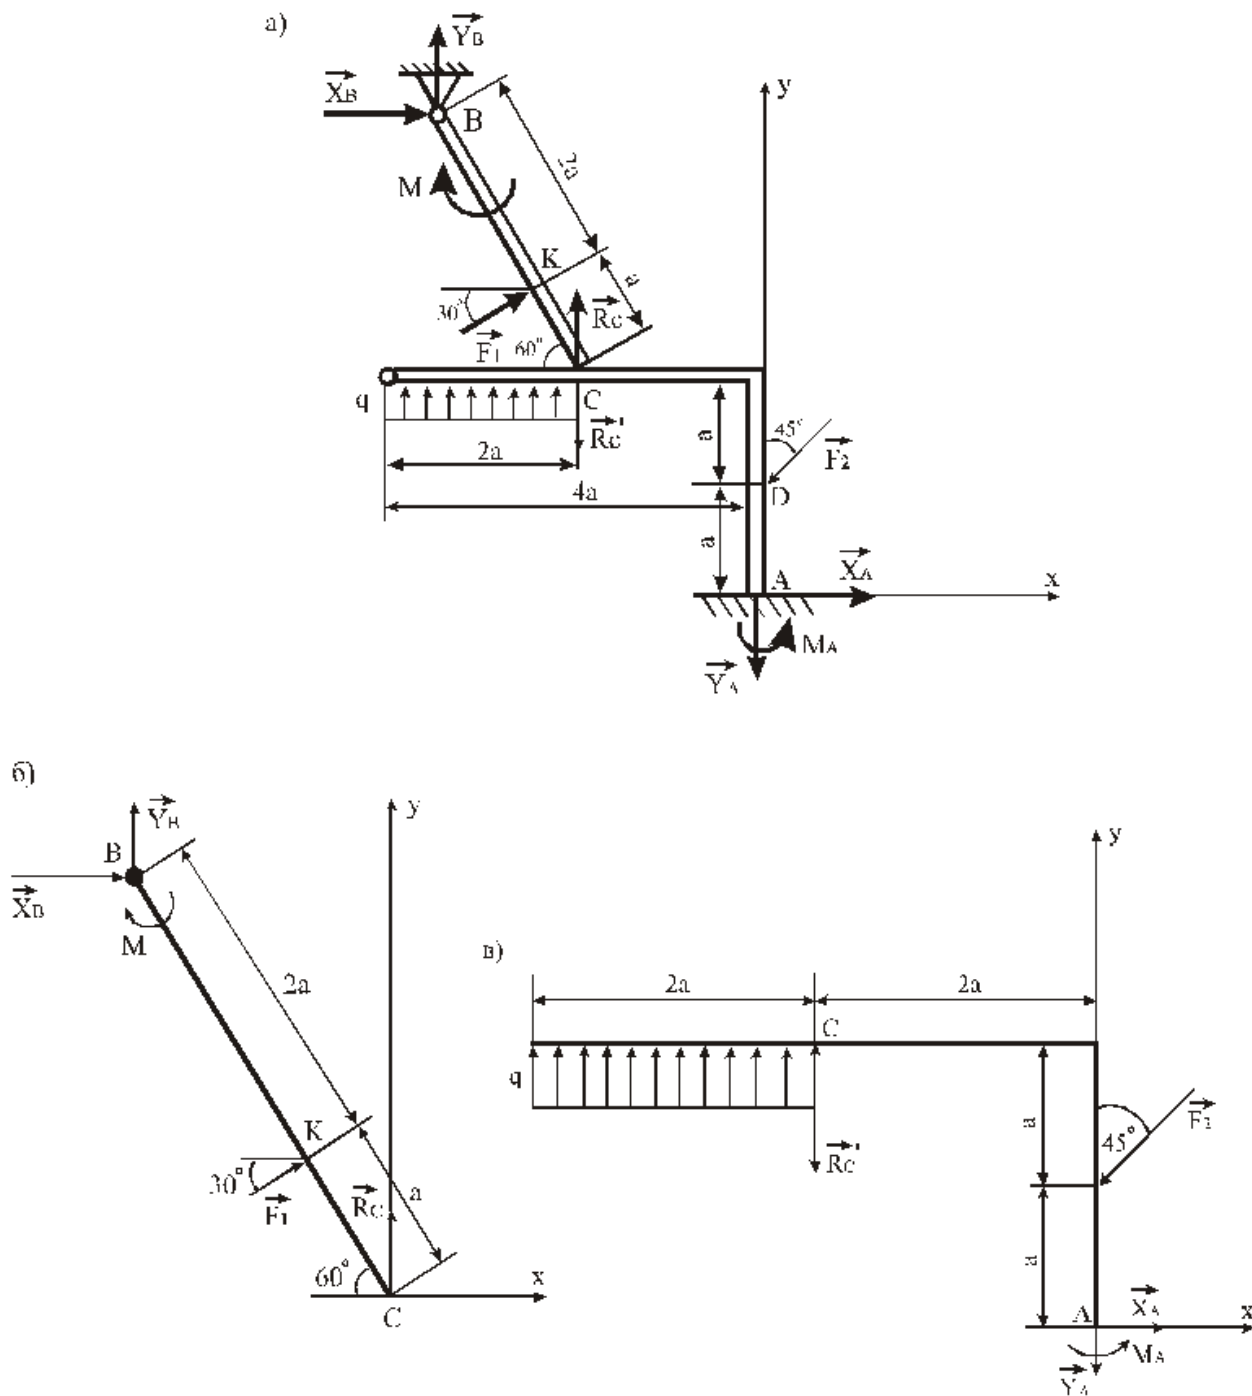

Рис.21
**Пример 9.** Конструкция (рис. 21) состоит из жесткого угольника и стержня, которые в точке С свободно опираются друг о друга. Внешними связями, наложенными на конструкцию, являются: в точке А – жесткая заделка, в точке В – шарнир. На конструкцию действуют: пара сил с моментом  $M = 80$  кН·м, равномерно распределенная нагрузка интенсивности  $q = 10$  кН/м и силы:  $F_1 = 15$  кН и  $F_2 = 25$  кН. При определении размеров конструкции принять  $a = 0,35$  м. Определить реакции связей в точках А, В и С.
2. Выбираем систему координат ХАУ (см. рис. 21).
1. Задачу решаем способом расчленения. Рассмотрим сначала равновесие стержня  $BC$  (рис. 21, б). На стержень действуют реакции связей  $\vec{X}_B$ ,  $\vec{Y}_B$ ,  $\vec{R}_C$ , сила  $\vec{F}_1$  и момент  $\vec{M}$ . Для полученной плоской системы сил можно составить три уравнения равновесия, при этом сумму моментов внешних сил и реакций связей удобнее считать относительно точки  $B$ :
Теперь рассмотрим равновесие угольника  $CA$  (рис. 21, в). На угольник действуют: реакции связей  $\vec{X}_A$ ,  $\vec{Y}_A$ ,  $\vec{M}_A$ ,  $\vec{R}'_C$ , сила  $\vec{F}_2$  и распределенная нагрузка  $q$ . Заметим, что  $R'_C = R_C = 132,38$  кН. Для данной плоской системы сил можно составить три уравнения равновесия, при этом сумму моментов сил будем считать относительно точки  $C$ :
А теперь для наглядного доказательства того, какое значение имеет правильный выбор точки, относительно которой составляется уравнение моментов, найдем сумму моментов всех сил относительно точки А (рис. 21, в):